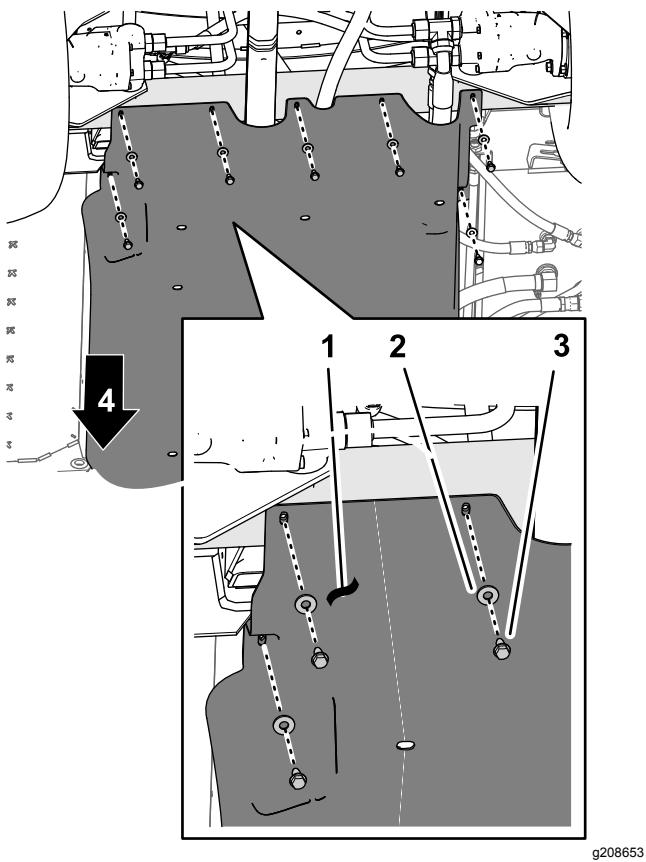
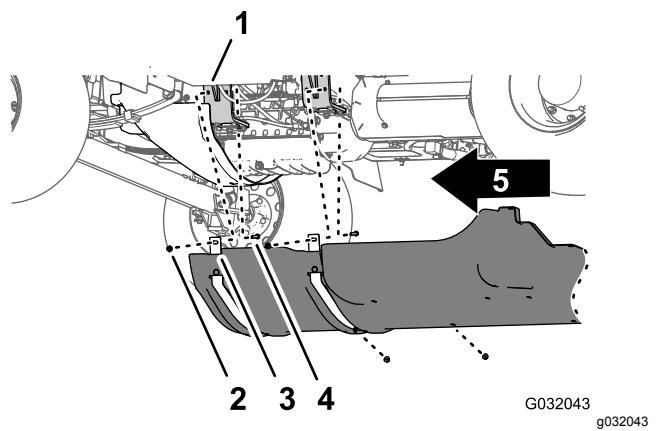

Figura 5
Figura 6
1. Retire los siguientes herrajes que sujetan la parte trasera del protector de los bajos al chasis de la máquina (Figura 5):
2. Retire los 4 pernos con arandela prensada (5/16") de los pernos que sujetan las bandas de sujeción del protector de bajos a los soportes de montaje del motor de la máquina (Figura 6).
4. Retire el protector de bajos de la máquina (Figura 5 y Figura 6).